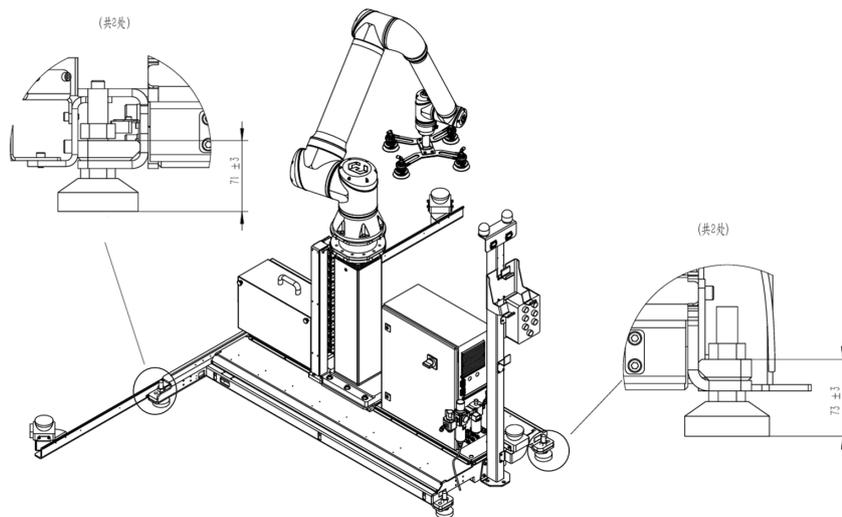

图 4-1：脚杯调整，单位：mm
7. 调整 4 个脚杯高度，脚杯不悬空，如图 4-1 所示。确保码垛工作站平稳放置，倾斜不超过 1 度。